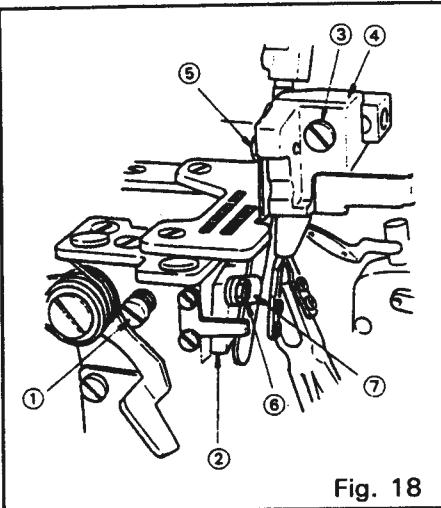
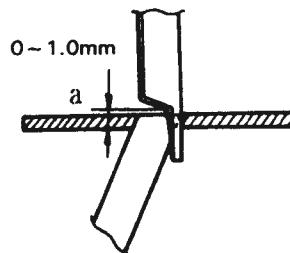
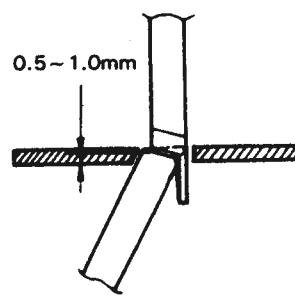

Fig. 18
Fig. 19
Fig. 20
### Substituição da faca móvel (Fig. 18, Fig. 19 e Fig. 20)
- (1) Afrouxe o parafuso de ajuste ①, mova o detentor ② da faca fixa totalmente para a esquerda e depois aperte o parafuso de ajuste ① provisoriamente.
- (2) Retire o parafuso de ajuste ⑤ e retire a faca móvel.
- (3) Monte uma nova faca móvel provisória com o parafuso de ajuste ⑤.
- (4) Gire a polia até que o detentor da faca móvel se posicione em seu ponto morto mais baixo e ajuste a faca móvel de modo que ela se engate com a faca fixa 0,5-1,0 mm como mostrado na Fig. 20. Logo, aperte o parafuso de ajuste ⑤.
- (5) Gire a polia até que o ponto (a) da faca móvel se posicione 0-1,0 mm acima da superfície superior da placa de garganta como mostrado na Fig. 19. Logo, afrouxe o parafuso de ajuste ①.
- (6) Certifique-se de que a faca móvel fique em contacto minucioso com a faca fixa pela pressão da mola. Logo, aperte o parafuso de ajuste ①.
- (7) Verifique a agudeza da lâmina da faca.
### Substituição da faca fixa (Fig. 18, Fig. 19 e Fig. 20)